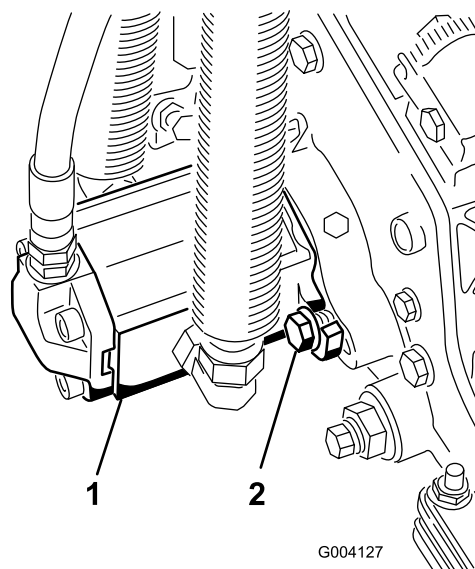

図 20
16. モータを手を持ち、右回りにひねってモータのフランジをボルトから逃がしながら、キャップスクリューにモータをセットする (図 20)。モータを左回りにひねって、ボルトにフランジをしっかりと掛け、ボルトを締めてモータを固定する。